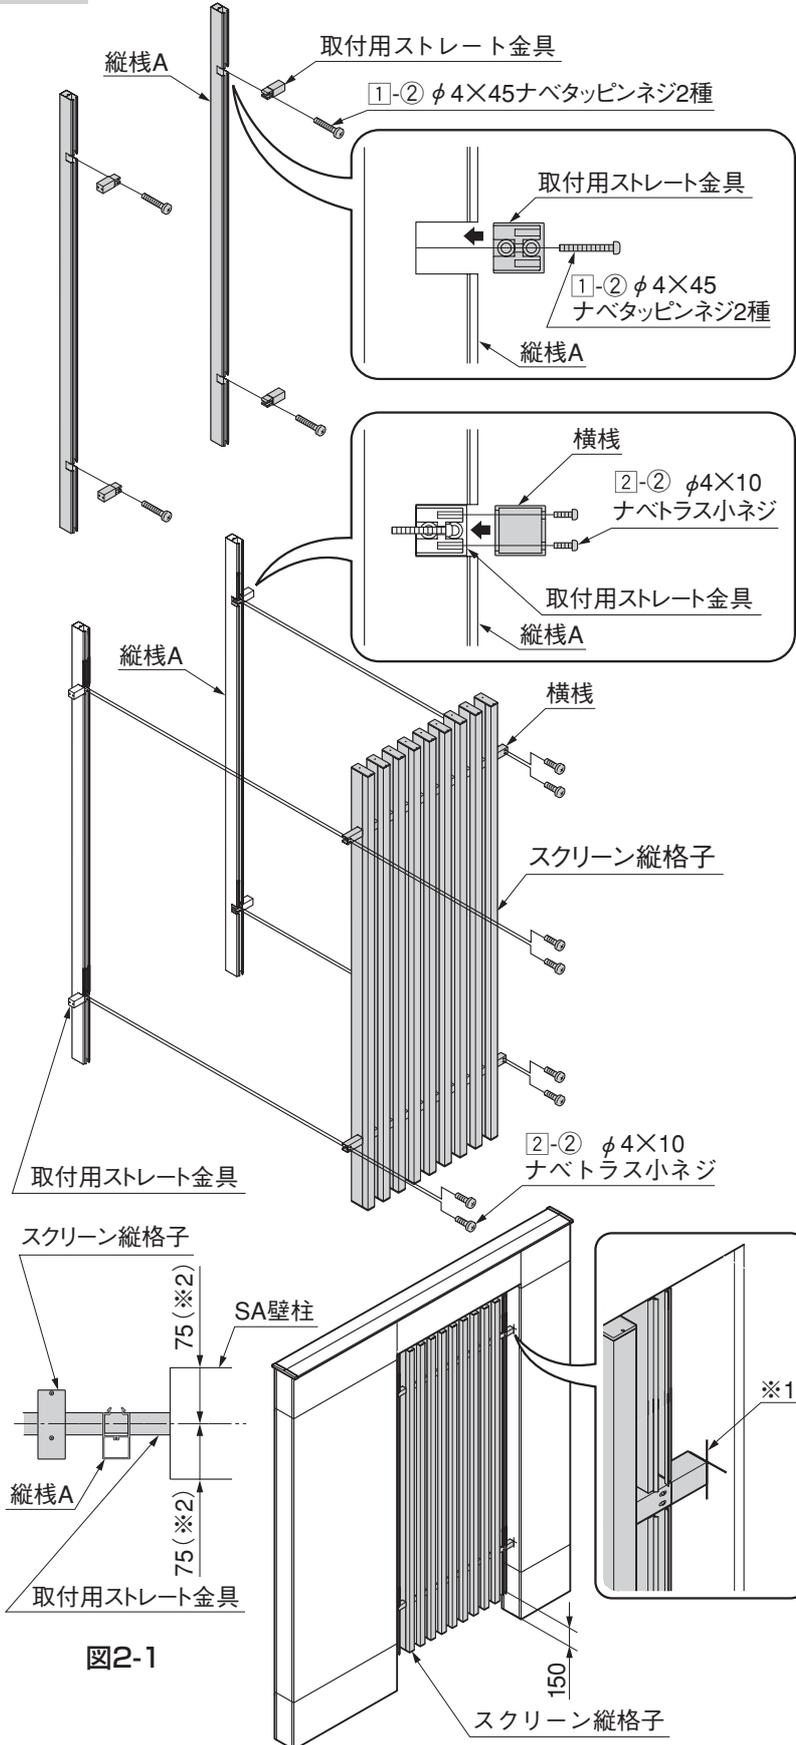

図2-1
- 取付用ストレート金具の位置はSA壁柱のセンターに取付けてください。(図2-1参照)
④ ①、②で仮止めした縦棧Aと取付用ストレート金具を取外してください。